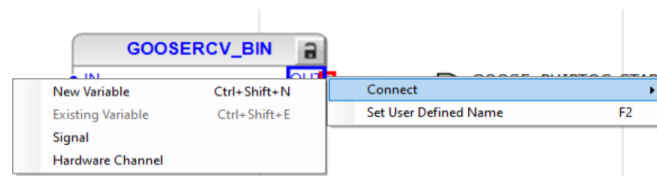

Imagen 341_Conexión de variable en el puerto de salida OUT del bloque GOOSERCV_BIN.
5.1.24 En el bloque de “GOOSERCV_BIN” daremos clic derecho en la salida “OUT”, seleccionamos “Connect - New Variable” como se observa en la **Imagen 341** y le cambiamos el nombre a la variables por “GOOSE_PHIPTOC_START”.